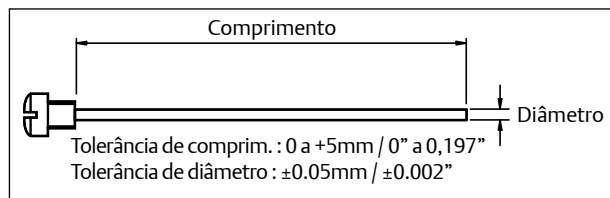

Fig. 6 Dimensões da SAFEKEY
(Pistões a moverem-se para dentro, Fig. 6).
3. Introduza a Barra Retractora Hytork através da Tampa (Fig.6) e aperte-a
- Para XL 26 a XL681 nos Pistões (20)
7. Quando as tampas estiverem no lugar e as SAFEKEYS estiverem encaixadas corretamente, remova as barras retratoras Hytork e recoloque os parafusos retentores (28) e as juntas (29).